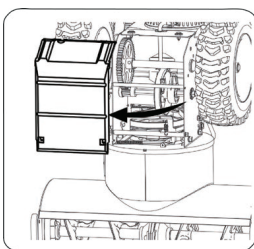

Рис.2
2. Осторожно переверните снегоуборщик вверх так, чтобы он опирался на корпус шнека (Рис. 2).
2. Осторожно переверните снегоуборщик так, чтобы он опирался на корпус шнека. Снимите крышку рамы с нижней стороны снегоуборщика, открутив четыре самореза, которыми она крепится (Рис. 2).